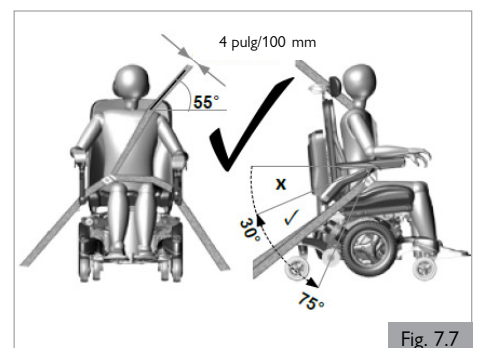
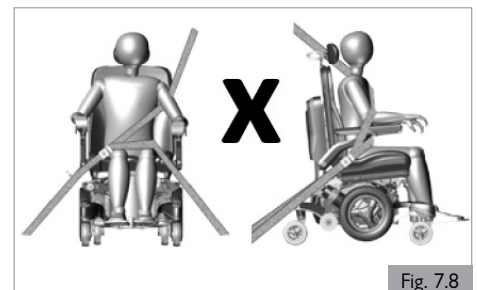

Fig. 7.7
Fig. 7.8
2. Siempre es mejor un ángulo más pronunciado (o mayor) dentro de la zona de preferencia, o sea, más cercano a los 75°, pero nunca excediéndolos (Fig. 7.7).
- a. El cinturón de seguridad troncal debe colocarse por encima del hombro y debe atravesar el pecho, tal como se muestra en la ilustración (Fig. 7.7). Los cinturones de sujeción deben quedar ajustados en su punto más ceñido, siempre que resulte cómodo para el usuario. No se ponga el cinturón de seguridad como se muestra en la fig. 7.8.